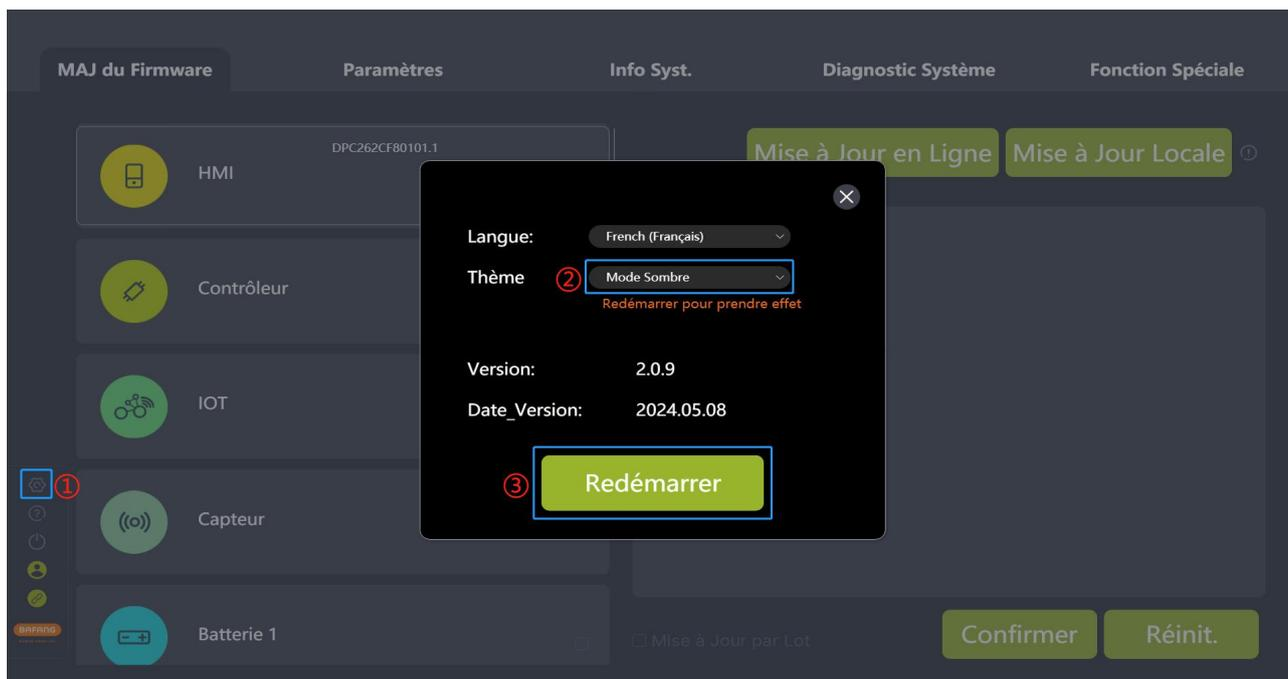

Fig. 9-4 Thème
- (1) Cliquez sur "Paramètres".
- (2) Sélectionnez le thème souhaité dans la liste déroulante (Fig.9-4).
- (3) Cliquez sur "Redémarrer". Redémarrez le logiciel et le réglage prendra effet.
- (4) **Conseil** : Pour la version MAC, cliquez sur "Fermer" et redémarrez le logiciel manuellement pour que le réglage prenne effet.